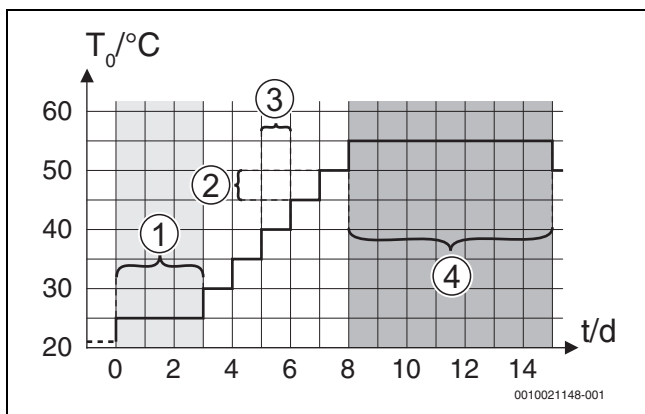
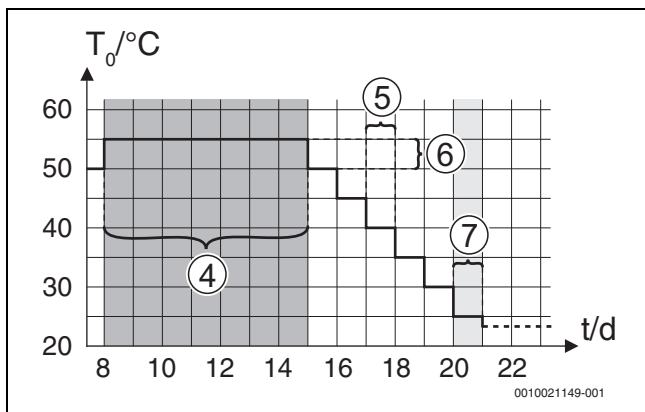

Bild 8 Ablauf der Estrichrocknung mit den Grundeinstellungen in der Aufheizphase
Bild 9 Ablauf der Estrichrocknung mit den Grundeinstellungen in der Abkühlphase
**Legende für Abb. 8 und Abb. 9:**
Wartezeit bevor Start	Phase überspr.: Das Estrichrocknungsprogramm startet sofort für die ausgewählten Heizkreise. [1 ... 50] Tage: Das Estrichrocknungsprogramm startet nach der eingestellten Wartezeit. Die gewählten Heizkreise sind während der Wartezeit ausgeschaltet, der Frostschutz ist aktiv (→ Abb. 8, Zeit vor Tag 0)
Tab. 9 Einstellungen im Menü Estrichrocknung (Abb. 8 und 9 zeigen die Grundeinstellung des Estrichrocknungsprogramms)